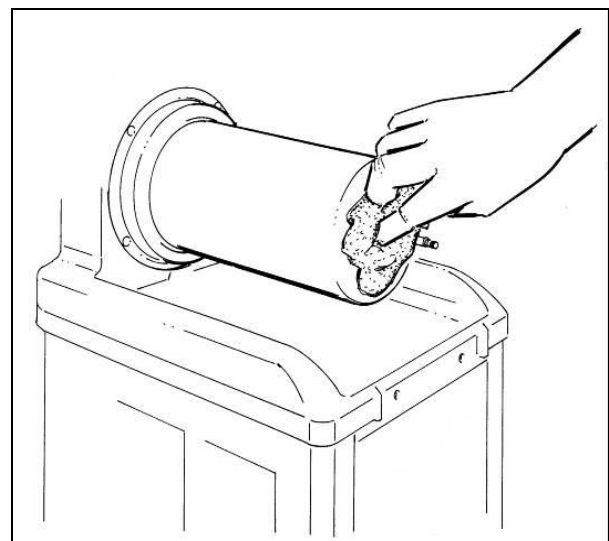

Fig. 10
- **L**aver soigneusement l'évaporateur et le plateau de récupération des condensats, en éliminant tout résidu de produit avec une éponge propre imbibée de désinfectant (voir fig.10).